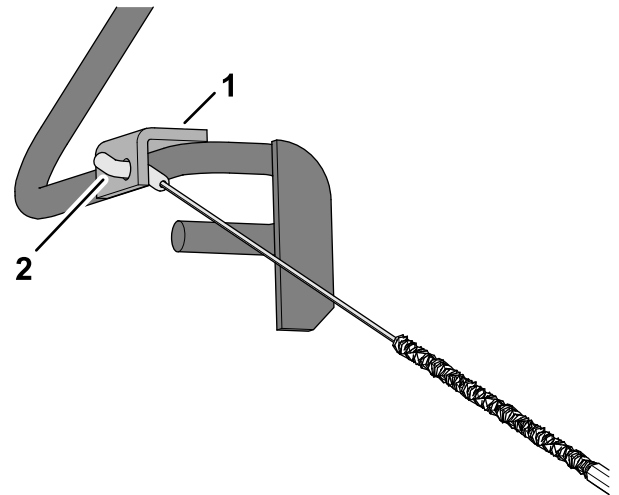

Figura 10
- Inserte el acoplamiento del cable a través del taladro en el soporte de la barra de presencia del operador, tal y como se muestra en la Figura 10.